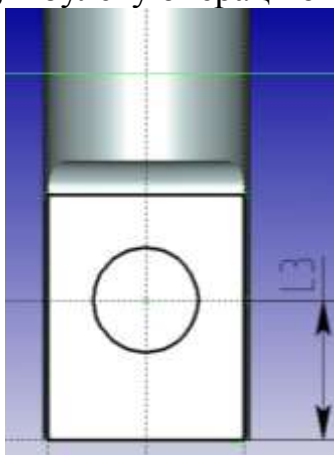

Рис. 11. Создание эскиза отверстия на плоской поверхности вала
10. Выберите одну из полученных плоских поверхностей вала и постройте на ней окружность радиусом $D/2$, отстоящую на расстоянии $L/3$ от торца детали (рис. 11).